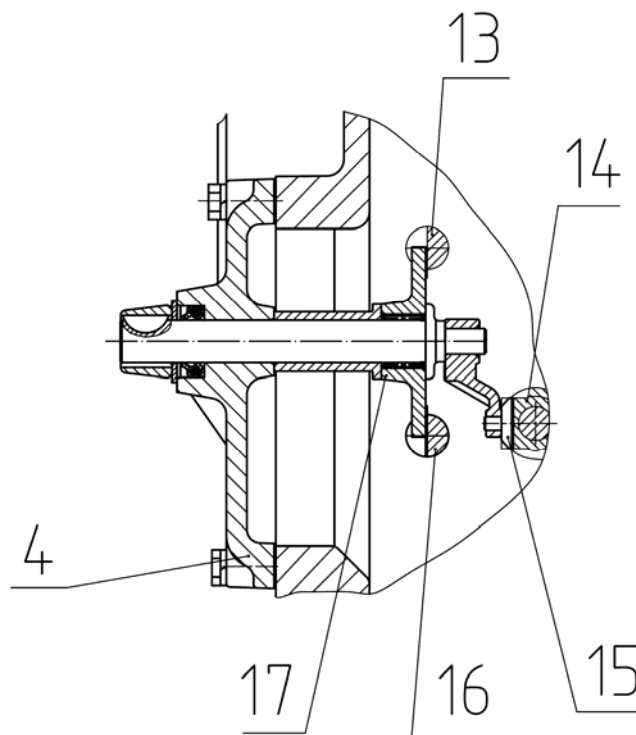

Рис.4.12 Привод ходоуменьшителя.
4) перед установкой крышки ходоуменьшителя (4), (рисунки 4.11 и 4.12), переведите шлицевую муфту в среднее положение и проследите, чтобы пазы трех управляющих поводков (13), (14) и (16), (рисунок 4.12), находились в одной плоскости;
5) при монтаже крышки (4), (рисунок 4.12), сухарь (15) совместите с пазом вилки заднего моста (14), одну из сферических поверхностей коромысла совместите с пазом поводка коробки передач (16), а другую – с пазом поводка заднего моста (13);